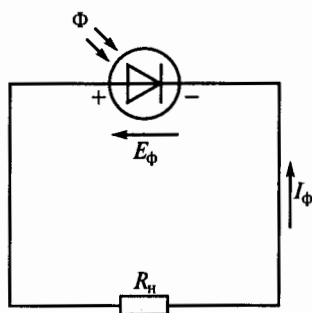

Рис. 190
**7.38.** Фотодиод в схеме на рис. 190 работает в генераторном режиме, преобразуя световую энергию в электрическую (как элемент солнечной батареи).